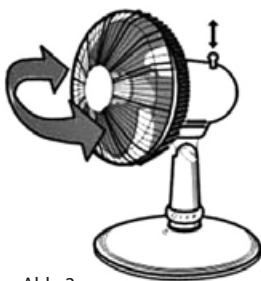

Abb. 2
6. Durch das Herausziehen des Schwenkungsschalters schalten Sie die Schwenkung des Lüfters während des Betriebs aus (Abb. 2). Durch das Andrücken des Schwenkungsschalters schalten Sie die Schwenkfunktion ein.